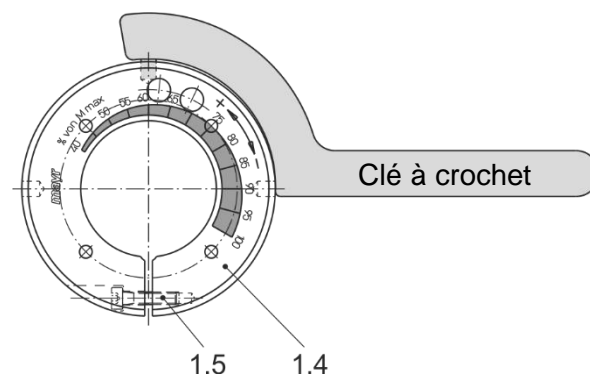

Fig. 6
c) Visser ou dévisser l'écrou de réglage (1.4) suivant la graduation en pourcentage gravée sur l'écrou (fig. 6) à l'aide d'une clé à crochet ou à ergots jusqu'à l'obtention du couple souhaité.